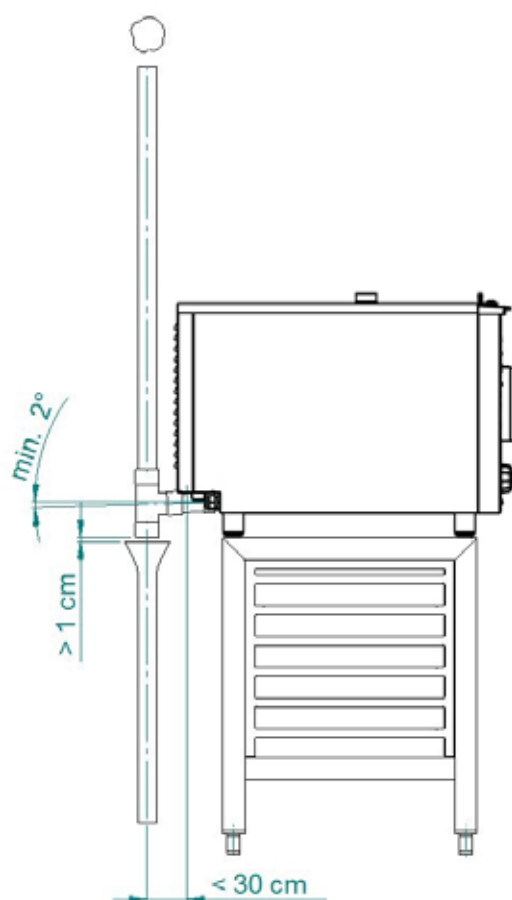

Fig. 2.4
**Attention:** installer le système d'évacuation de façon à éviter l'émission de vapeurs par l'Air-break dans les conduits d'aération installés dans le fond de l'appareil. (Fig. 2.4 et 2.4A).